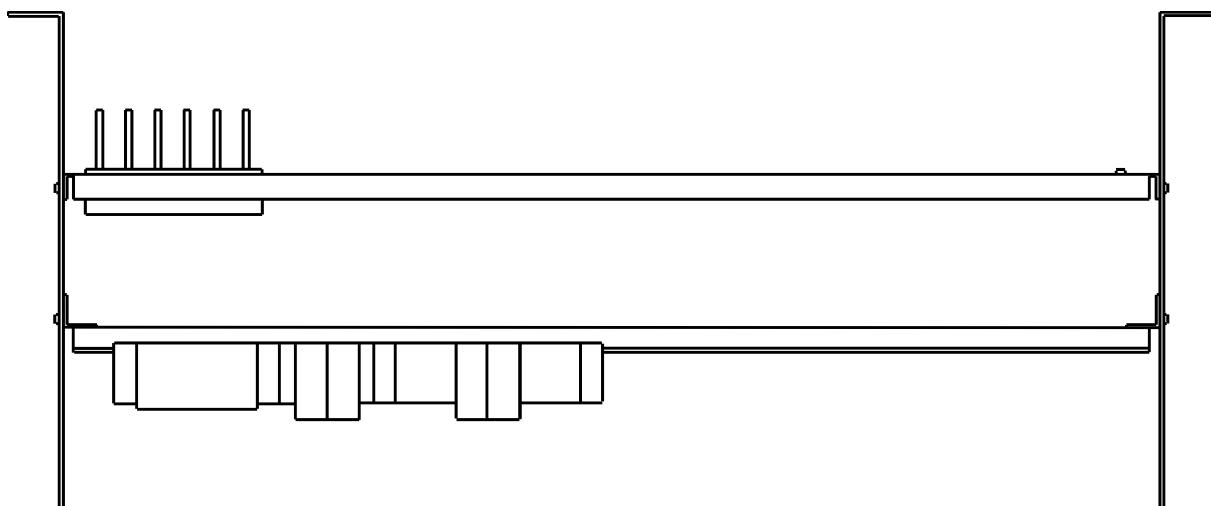

Abbildung 3: Draufsicht
**Ansichten:****Abbildung 2: Rückansicht****Abbildung 3: Draufsicht****Abbildung 4: Frontansicht**